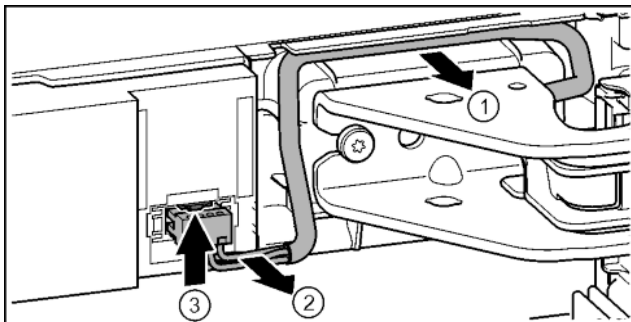

Fig. 20
- ▶ Sortir délicatement du guide le câble au-dessus du support de palier. Fig. 20 (1)
- ▶ Tirer les torons de câble en dehors du conduit. Fig. 20 (2)
- ▶ Pousser la languette vers le haut et sortir délicatement le connecteur. Fig. 20 (3)